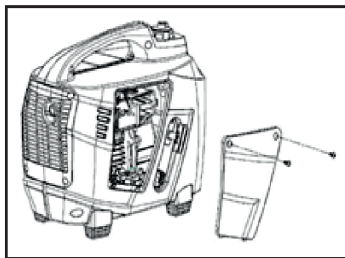

Рис. 16
1. Открутите два винта крепления и снимите крышку сервисного доступа (Рис. 16).